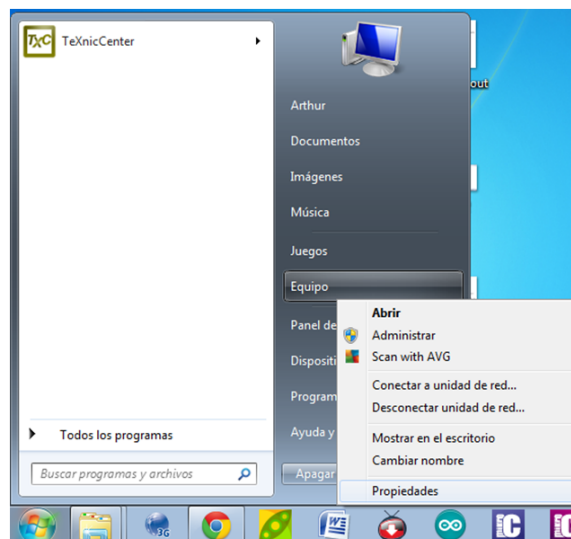

Figura B.1: Apertura de propiedades del sistema.
- Se hace clic en Inicio, y clic derecho en MI PC / Equipo tal y como se observa en la figura B.1.